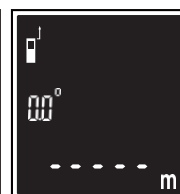

Fig. 4
- Apăsați butonul  pentru a seta partea superioară a aparatului de măsură ca referință de măsurare. (Fig. 4)